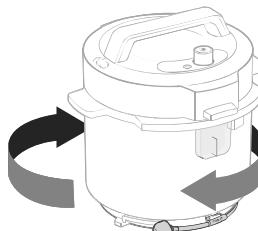

Figura 10.10
- Avvolgere il cavo di alimentazione in senso orario intorno alla base della pentola a pressione e agganciare il fermaglio del cavo di alimentazione al gancio del cavo. [Figura 10.10]